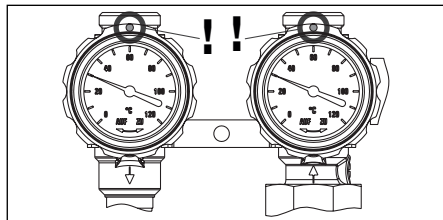

Fig. 6.12 Position des robinets à tournant sphérique
4. Vérifier la position des robinets à tournant sphérique de la station solaire. Ils doivent être positionnés comme indiqué sur la fig. 6.12 (position angulaire des manettes des thermomètres sur l'aller et le retour: 0°).